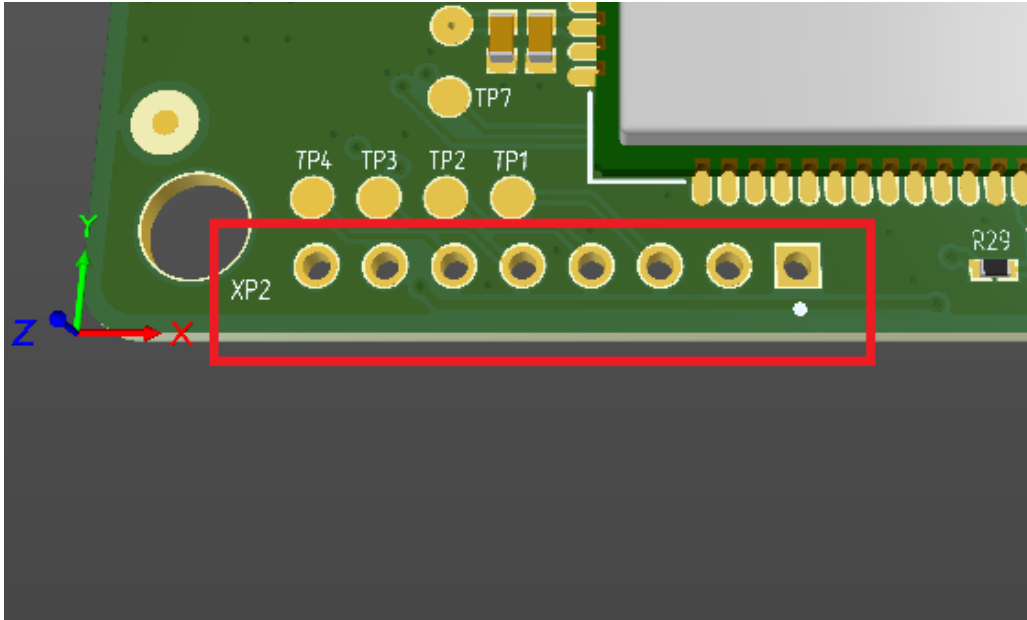
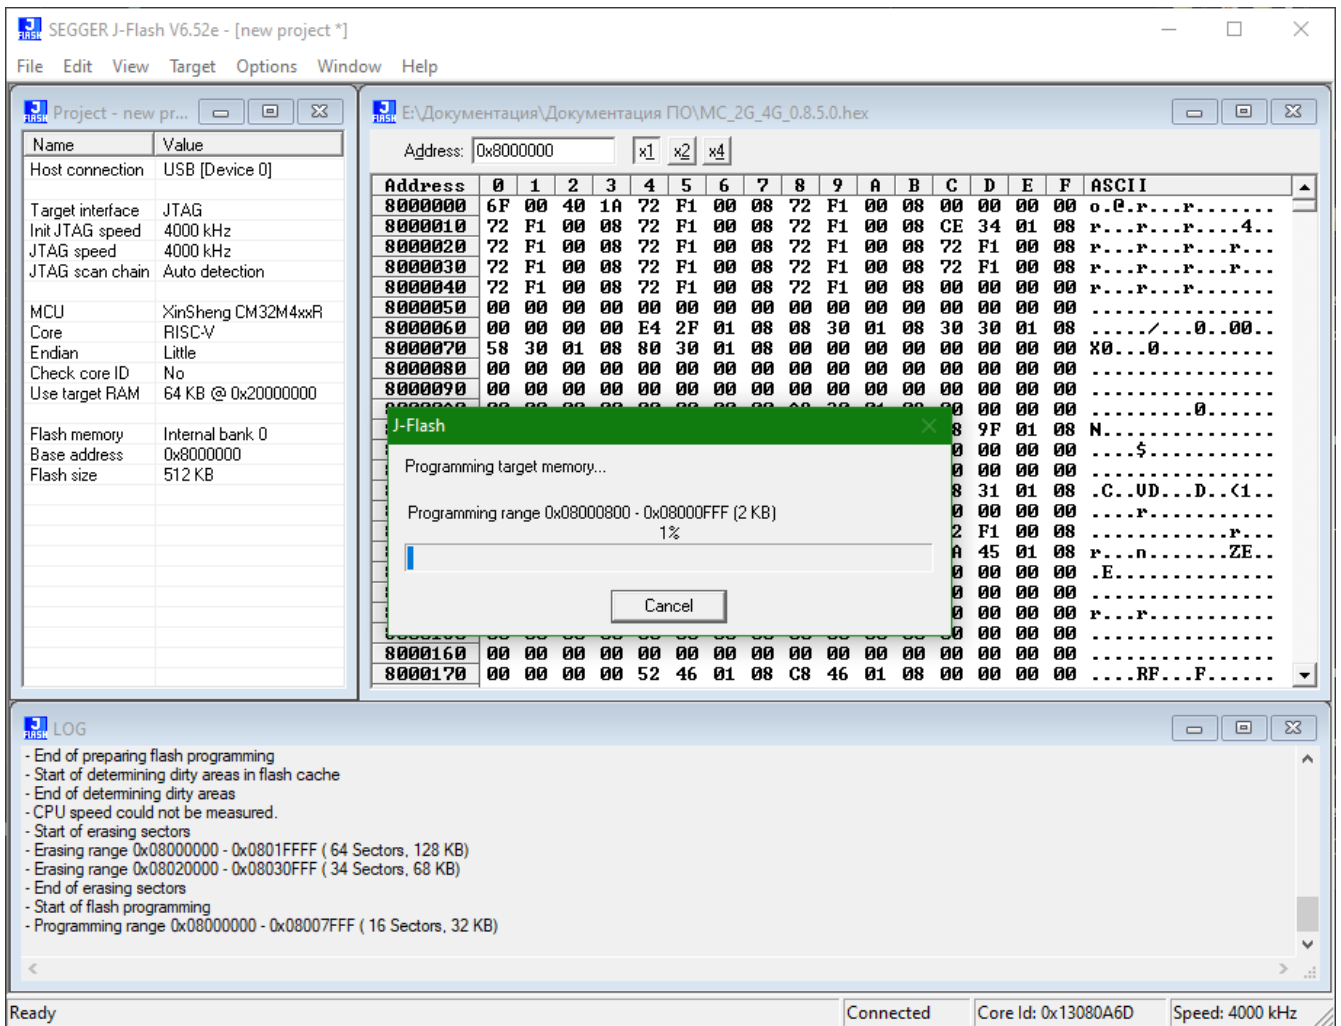

Рисунок 1 — Расположение JTAG-разъема МСУ
Рисунок 10 — Иллюстрация процесса прошивки
2.2 На печатной плате МСУ найти не распаянный 8 контактный разъем (рисунок 1).
2.13 В процессе установки ПО на МСУ светодиод JTAG-разъёма (см. рисунок 1) должен активно мигать, и на экране ПК появится новое окно с прогрессом прошивки (рисунок 10).